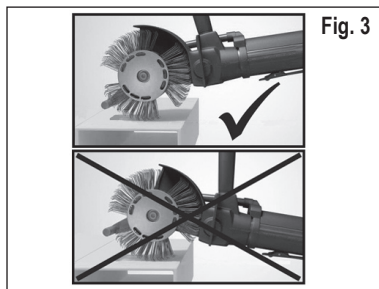

Fig. 3
5. A fin de obtener mejores resultados, preste atención a guiar la barra de aceleración cerca de la superficie que se ha de mecanizar. Si la distancia entre la barra de aceleración y la superficie es demasiado grande, el rendimiento se reduce de forma perceptible. Véase la fig. 3. Para obtener una descripción más detallada del modo de funcionamiento del **MBX® Bristle Blaster®** recurra al DVD suministrado con la herramienta o al sitio web: www.monti.de